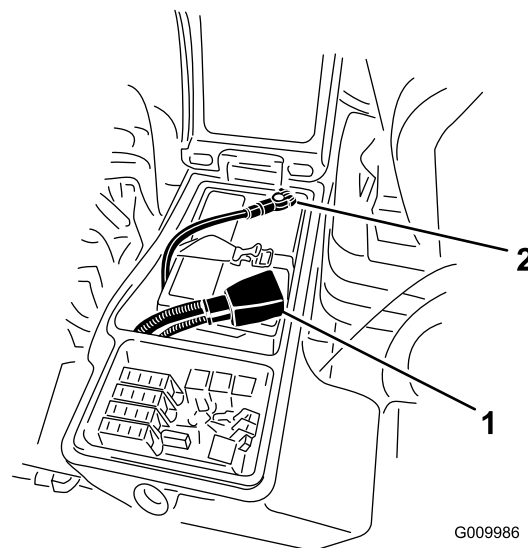

Рисунок 98
3. Отсоедините отрицательный кабель (черный) от отрицательной (-) клеммы и положительный кабель (красный) от положительной (+) клеммы аккумуляторной батареи (Рисунок 98).
- Подсоедините положительный кабель (красный) к положительной клемме (+), а отрицательный кабель (черный) – к отрицательной (-) клемме аккумуляторной батареи (**Рисунок 98**).